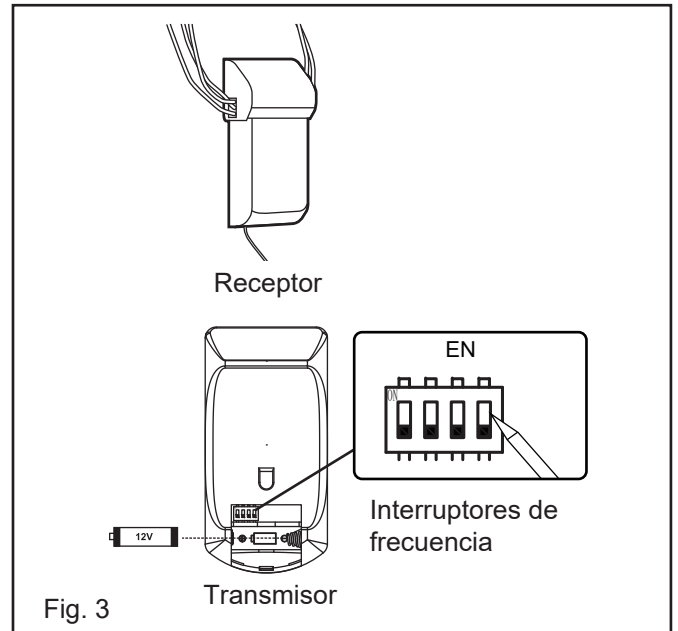

Fig. 3
A. Instale las baterías incluidas con el transmisor. (Fig. 3)
B. Seleccione la configuración de frecuencia deseada desde la parte posterior del transmisor de control remoto. (Fig. 3) Puede cambiar la configuración de frecuencia colocando los pequeños interruptores numerados del 1 al 4 en la posición hacia arriba o hacia abajo, haciendo posible 16 frecuencias o combinaciones diferentes. Cada vez que cambie la frecuencia de un ventilador, debe completar el proceso de emparejamiento como se describe anteriormente.